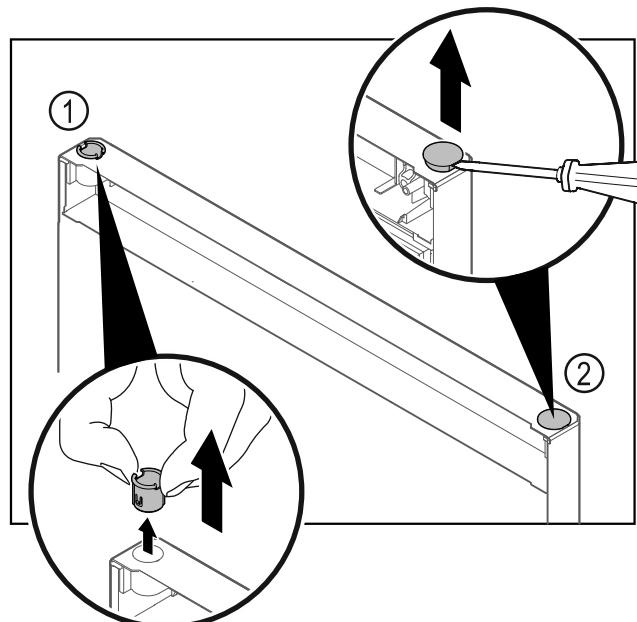

Fig. 24
- Витягніть шарнірну втулку Fig. 24 (1) пальцями.
- За допомогою шліцевої викрутки обережно підніміть заглушку Fig. 24 (2) та витягніть її.